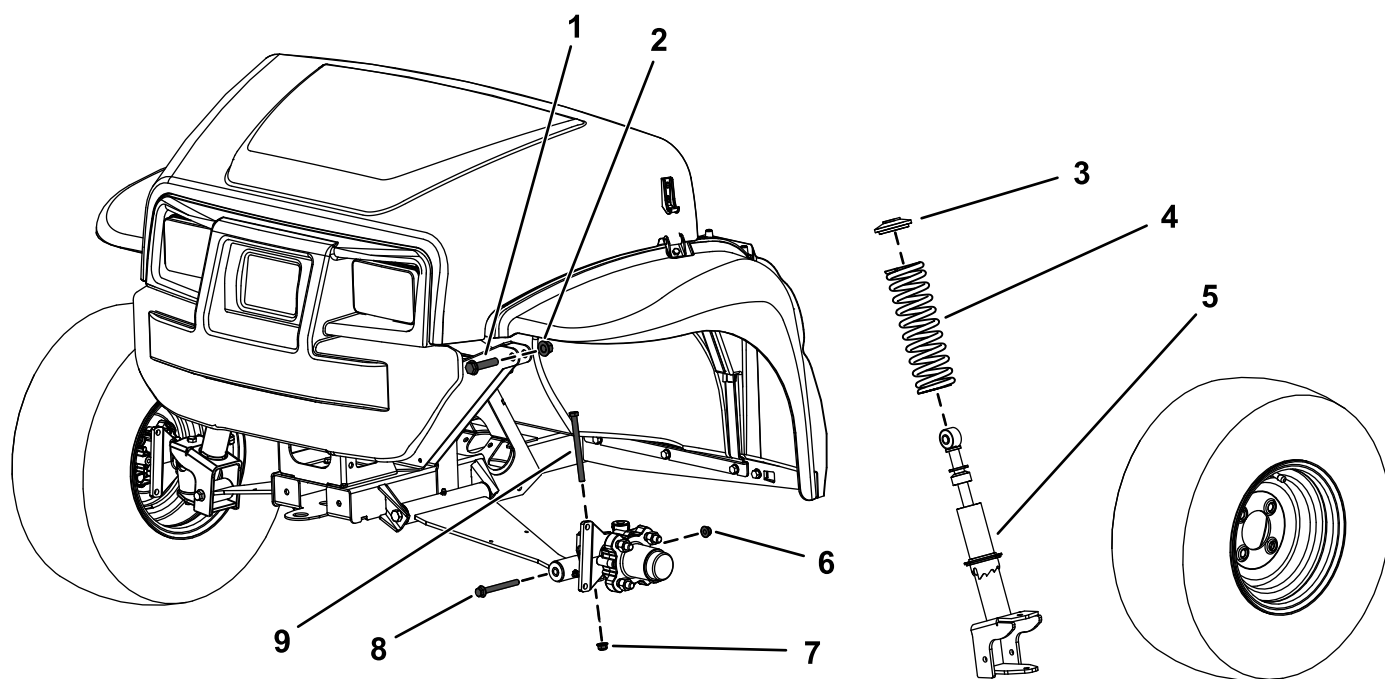

図 1
2. スピンドルから、六角ヘッドボルト3/8 x 4-3/4 インチとフランジナット3/8 インチを外す 図 1。
3. コントロールアームから、六角ヘッドボルト3/8 x 3-1/2 インチとフランジナット3/8 インチを外す 図 1。
4. ストラットアセンブリを上フレームに固定している六角ヘッドボルト1/2 x 2-1/4 インチ とロックナット1/2 インチを取り外す 図 1。
5. ストラットセンブリを外す 図 1。
3. ストラットアセンブリからスプリングを取り外す 図 1。
4. 既存のストラットアセンブリに新しいスプリングを取り付ける 図 1。
2. ストラットアセンブリの上部をフレームに固定する上用六角ヘッドボルト1/2 x 2-1/4 インチとロックナット1/2 インチを使用して 図 1 のように取り付ける。
4. 六角ヘッドボルト3/8 x 4-3/4 インチとフランジナット3/8 インチをスピンドルに取り付ける 図 1。
6. ストラットアセンブリの下部をコントロールアームに固定する六角ヘッドボルト3/8 x 3-1/2 インチとフランジナット3/8 インチを使用して 図 1 のように取り付ける。